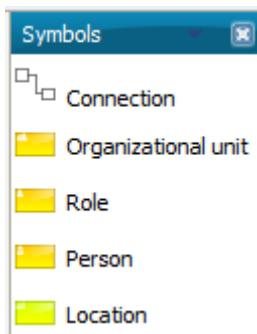

Рисунок 1.12
11. Панель «Symbols», находящаяся в правой части окна моделирования, содержит объекты, из которых строятся модели (рисунок 1.12). Со-